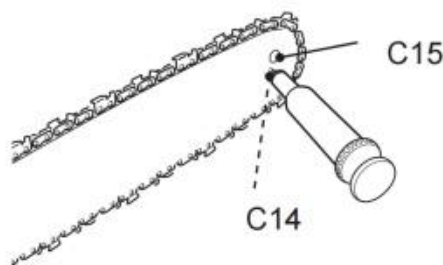

Fig. 69
2. Con una pistola de lubricación desechable, inserte la punta de la aguja en el orificio de lubricación (C14) e inyecte grasa hasta que aparezca en el borde exterior de la rueda dentada (Fig. 69).